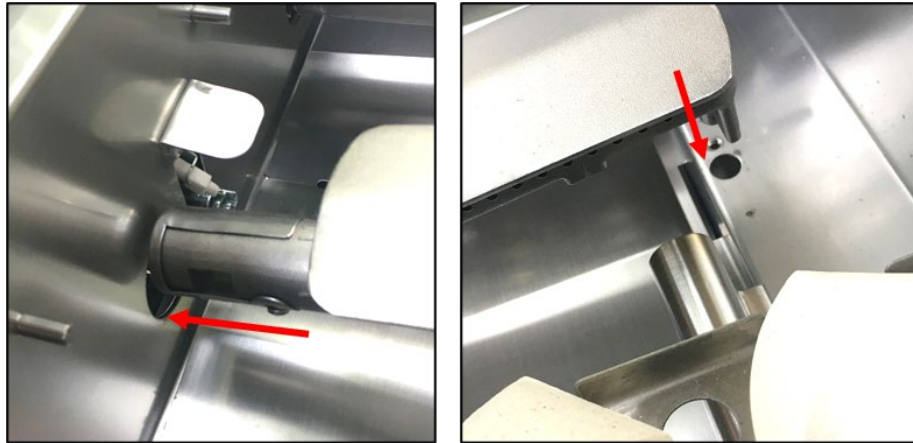

Ilustración 11 Instalar el quemador
- d. Reemplace el quemador: coloque el tubo del quemador en la abertura de la válvula (Ilustración 11, izquierda), a continuación, inserte el pasador de montaje a través del agujero situado en el otro extremo (Ilustración 11, derecha).